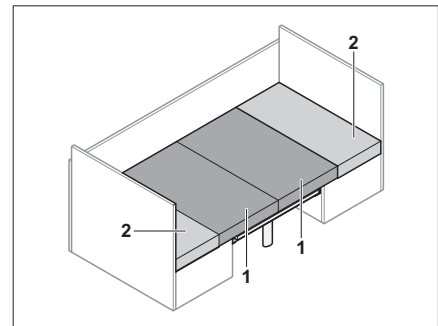

Bild 61 Nach dem Umbau
- Die Sitzpolster (Bild 61,1) zur Mitte ziehen.
- Die Rückenpolster (Bild 61,2) zwischen die Sitzpolster und die Wand legen.